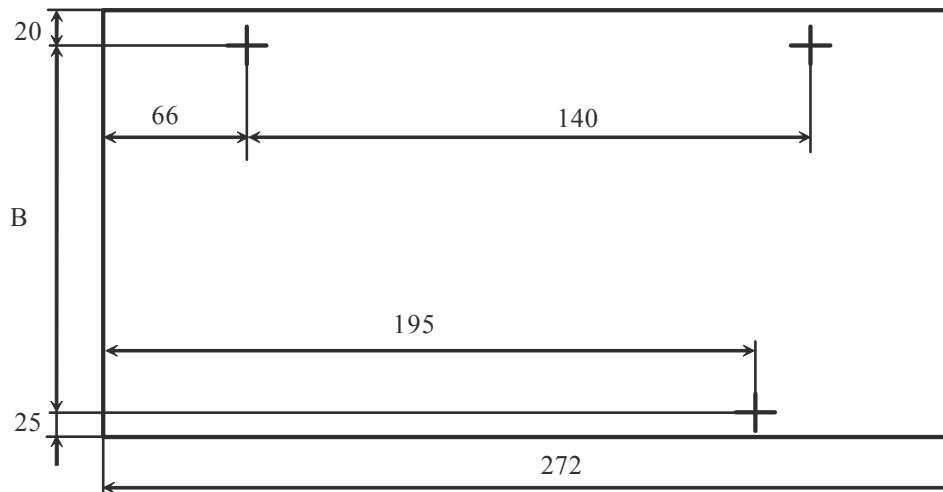

Рисунок 2-4 Разметка для крепления МБ с МР на стене.
2.3.3. Закрепить прибор на стене. Для этого сделать разметку на выбранном участке стены (см. Рисунок 2-4 и Таблица 2-2), ввернуть два верхних шурупа, повесить на них прибор и закрепить одним шурупом сквозь отверстие внутри отсека коммутации.